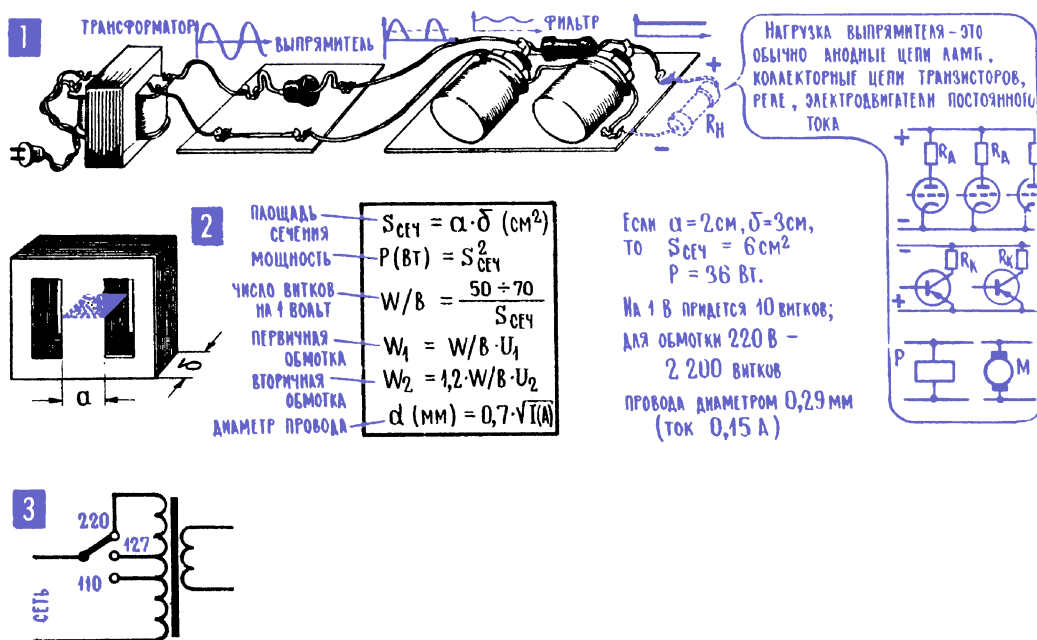
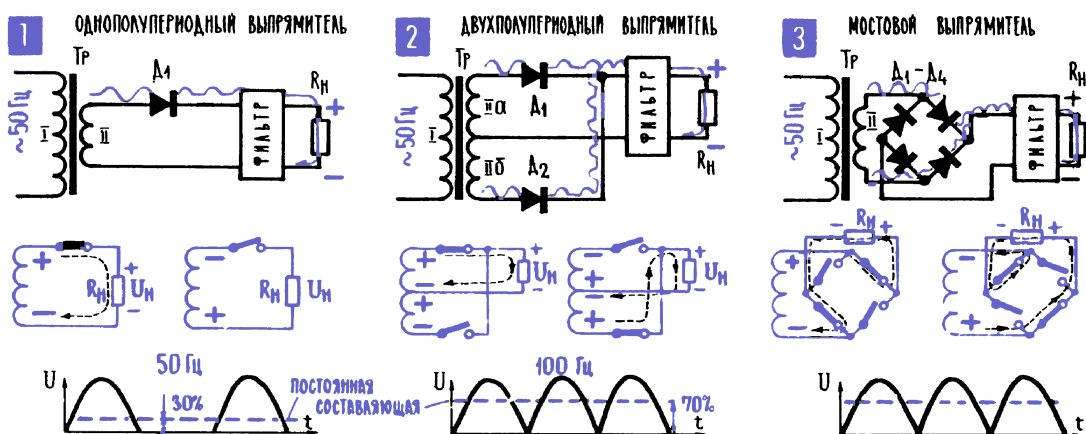
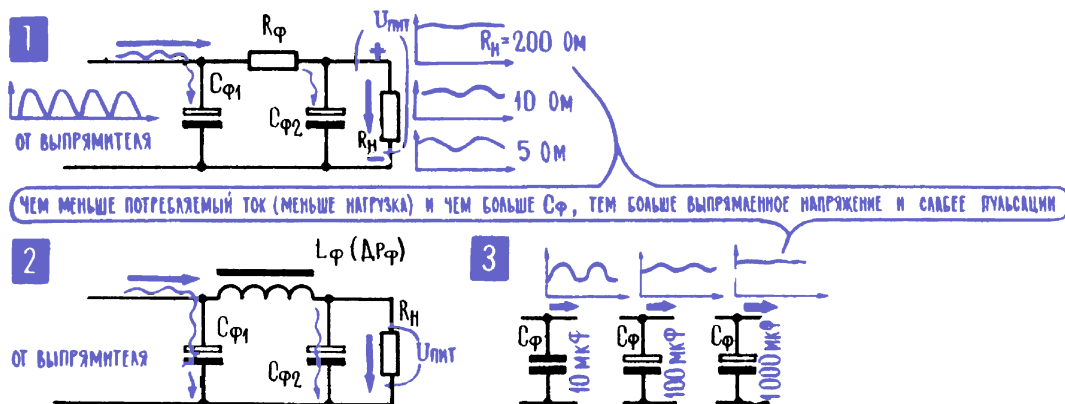

Рис. 17.1. Простой блок сетевого питания
Рис. 17.2. Различные схемы выпрямления переменного тока
Рис. 17.3. Сглаживание пульсаций выпрямленного напряжения
так, чтобы в его спектре появилась постоянная составляющая, и, в-третьих, нужно с помощью фильтров отвести в сторону все переменные составляющие, оставить постоянную составляющую в чистом виде (рис. 17.1; 1).
Силовой трансформатор собран на разборном стальном сердечнике из изолированных друг от друга тонких Ш-образных, реже П-образных пластин (рис. 6.20). Его размеры, а точнее площадь сечения средней части сердечника, выбираются с учетом общей мощности, которую трансформатор должен передать из сети всем своим потребителям. Упрощенный расчет устанавливает такую зависимость: сечение сердечника S см², возведенное в квадрат, дает общую мощность трансформатора в ваттах. Например, трансформатор с сердечником, имеющим стороны 3 см и 2 см (пластины типа Ш-20, толщина набора 30 мм), то есть с площадью сечения сердечника 6 см², может потреблять от сети и «перерабатывать» мощность 36 Вт. Это грубый, упрощенный расчет, но он дает вполне приемлемые результаты (рис. 17.1; 2).
В силовом трансформаторе несколько обмоток. Во-первых, две сетевые для включения в сеть с напряжением 220 В и 127 В. Правда, отдельных обмоток для каждого напряжения не делают. В обмотке для напряжения 220 В витков больше, чем в обмотке для 127 В, и обмотки переключают таким образом, что при напряжении сети 220 В к обмотке 127 В просто добавляют некоторое количество витков (рис. 17.1; 3)⁸.
Простейшая схема выпрямления – однополупериодная, уже знакомая нам по детекторным каскадам приемника. Но только там мы выделяли одну из переменных составляющих (низкочастотную), а постоянную отбрасывали, не пускали к усилителю НЧ. А в выпрямителе нам нужна именно постоянная составляющая пульсирующего тока (рис. 17.1; 1), и только ее нужно подвести к нагрузке. Однополупериодный выпрямитель работает через такт, использует энергию только одного полупериода переменного напряжения. При этом частота импульсов такая же, как и частота сетевого напряжения, то есть 50 Гц, а постоянная составляющая в спектре пульсирующего тока составляет примерно 32 % от амплитуды импульса (рис. 17.2; 1).
Если взять два однополупериодных выпрямителя, включить в них диоды таким образом, чтобы они пропускали ток поочередно, и затем выпрямленный ток от каждого из них направить в общую нагрузку, то получится двухполупериодный выпрямитель (рис. 17.2; 2). Благодаря такому остроумному схемному фокусу ток по нагрузке будет протекать без пауз, частота пульсаций станет в два раза выше и составит уже 100 Гц, а постоянная составляющая увеличится до 64 % от амплитуды. Все это, конечно, достоинства: в двухполупериодной схеме заданное постоянное напряжение можно получить при меньшем переменном, а пульсации с более высокой частотой легче сгладить конденсатором, фильтрам легче отводить от нагрузки переменную составляющую. Ну, а плата за эти достоинства –
Существуют две разновидности двухполупериодных схем. Для одной нужно иметь два вентиля, например два полупроводниковых диода, и две отдельные вторичные обмотки в силовом трансформаторе. Обычно их, правда, выполняют в виде одной обмотки с отводом от средней точки, и при этом автоматически получается нужная полярность напряжения, подводимого к диодам: когда на конце одной обмотки (или, точнее, одной секции) «плюс» относительно средней точки, на конце другой – «минус» и когда один диод пропускает ток, второй не пропускает. Во время следующего полупериода полярность напряжения на вторичной обмотке меняется: меняются местами «плюс» и «минус», и тот диод, который пропускал ток, оказывается закрытым, а тот, что не пропускал, – открытым (рис. 17.2; 2). Каждая половинка вторичной обмотки трансформатора для такой схемы должна давать расчетное напряжение, необходимое для выпрямителя, а вся обмотка – удвоенное напряжение.
В мостовой схеме (рис. 17.2; 3) двухполупериодное выпрямление получается без двух отдельных переменных напряжений, для мостовой схемы достаточно иметь одну вторичную обмотку. Но за это приходится платить двумя дополнительными диодами – в мостовой схеме их 4, а не 2. Если разобраться в начертании мостовой схемы, то окажется, что в ней просто найден такой способ включения диодов, при котором ток через нагрузку при любой полярности напряжения на вторичной обмотке идет в одну и ту же сторону. В выпрямителях блока питания используют мощные выпрямительные диоды (гл. 9; 13), хотя при небольших токах вполне могут подойти и маломощные импульсные. Диоды подбирают по величине постоянного тока, который должен давать выпрямитель, и по обратному напряжению (табл. 9.1), которое для страховки всегда считают равным удвоенной амплитуде переменного напряжения на вторичной обмотке. Это, однако, еще не означает, что выпрямленное напряжение действительно получается равным амплитуде переменного напряжения.
Получить выпрямленное напряжение после фильтра, равное амплитуде переменного, невозможно прежде всего потому, что даже в отсутствие нагрузки (холостой ход выпрямителя) через электролитические конденсаторы большой емкости, установленные в фильтре, протекает ток утечки. Этот ток, подобно току нагрузки, создает падение напряжения на диодах (см. рис. 9.5). Надо учитывать также, что в мостовой схеме падение напряжения на диодах вдвое больше, чем в двухполупериодной по варианту рис. 17.2; 2: при номинальном токе для выпрямительных диодов оно в сумме составляет не менее 2 В. При малых выпрямленных напряжениях это чувствительные потери, которые резко снижают КПД всей системы. В современных качественных системах вторичного электропитания, особенно достаточно мощных, от выпрямительных диодов постепенно отказываются в пользу полевых транзисторов (MOSFET) в качестве ключей, открываемых и запираемых в нужные моменты времени, в которых потери гораздо меньше.
6. Фильтр выпрямителя сглаживает пульсации и, кроме того, влияет на величину выпрямленного напряжения. Чтобы отвести от нагрузки переменную составляющую, сгладить пульсации напряжения, которое подводится к нагрузке, после диодов включают фильтр, обычно из одного конденсатора (рис. 17.3; 1, 3), реже из конденсаторов и дросселя (рис. 17.3; 2). Резистор R_{ϕ} на рис. 17.1; 3 представляет выходное сопротивление выпрямителя; вместе с C_{ϕ} он образует RC-фильтр. Элементы фильтра выбираются исходя из известных соотношений: чем больше емкость конденсаторов C_{ϕ} , тем лучше, тем большая часть переменных составляющих замыкает через них и меньшая часть идет в нагрузку. Чем больше выходное сопротивление выпрямителя R_{ϕ} , тем труднее переменным составляющим пробраться в нагрузку, но тем большая часть постоянного напряжения на нем теряется. Поэтому в фильтрах ставят электролитические конденсаторы большой емкости⁹.
Нет смысла весь выпрямленный ток фильтровать с одинаковой тщательностью. В качестве примера потребителя, для которого требования к сглаживанию пульсаций можно снизить, можно привести мощный усилитель НЧ – коллекторную цепь его выходного каскада может питать напряжение с пульсациями 1–2 % (от уровня постоянного напряжения), а на предварительные каскады нужно подавать напряжение, у которого пульсации не превышают 0,01–0,05 %. Это легко объясняется: пульсации, попавшие в первые каскады, в дальнейшем усиливаются. В этих случаях устанавливают дополнительные сглаживающие конденсаторы, в особо ответственных случаях отделяя их от основного фильтра дросселем (рис. 17.3; 2). Кстати, плохая фильтрация питающего напряжения в усилителях НЧ проявляется в виде фона с частотой 50 или 100 Гц в зависимости от схемы выпрямителя.
Примечание редактора. Следует отметить, что никакое, сколь угодно большее увеличение емкости конденсатора в схеме по рис. 17.3; 1 не позволяет убрать пульсации выходного напряжения выпрямителя полностью. Нередко при высоких требованиях к качеству питания последовательно с нагрузкой в основном фильтре ставят дроссели (как на рис. 17.3; 2). Это позволяет снизить емкость (и, следовательно, габариты) конденсатора при сохранении приемлемого уровня пульсаций. Однако по-настоящему хорошее сглаживание пульсаций достигается только в схемах стабилизаторов с активными элементами с обратной связью (транзисторами со стабилизаторами, как описано далее в разделе 8, или интегральными стабилизаторами).
нагрузке. Импульсы тока через диод выпрямителя заряжают конденсатор C_ϕ , и потом он постепенно разряжается через нагрузку R_H . Чем больше емкость конденсатора, тем медленнее он разряжается и тем больше среднее напряжение на нем (рис. 17.3; 3). Чем меньше сопротивление R_H , тем быстрее разряжается конденсатор, тем меньше выпрямленное напряжение и выше уровень пульсаций. Отсюда практический вывод: чем меньше сопротивление нагрузки R_H , то есть чем больше потребляемый от выпрямителя ток, тем больше должна быть емкость конденсатора фильтра C_ϕ . И еще: выпрямленное напряжение определяется не только подводимым к выпрямителю переменным напряжением, но также потребляемым током и емкостью конденсатора фильтра C_ϕ : чем меньше этот ток и чем больше C_ϕ , тем больше выпрямленное напряжение (рис. 17.3; 3).
¹⁰ Для простейших схем по типу рис. 17.3; 1 выпрямленное напряжение на выходе можно полагать равным амплитудному значению минус примерно 3–4 В, в зависимости от тока. Поэтому для выпрямителей на напряжение 9–10 В это утверждение будет справедливым, для меньших напряжений потери будут выше, а для более высоких – ниже.
Входное постоянное напряжение для стабилизатора должно быть около 15–17 В. Его можно получать по любой из схем с трансформатором, выпрямителем и конденсаторным фильтром на выходе (рис. 17.2, 17.3). Мощность трансформатора должна быть рассчитана не менее, чем на 50 Вт, выпрямительные диоды – на ток не менее 2 А.